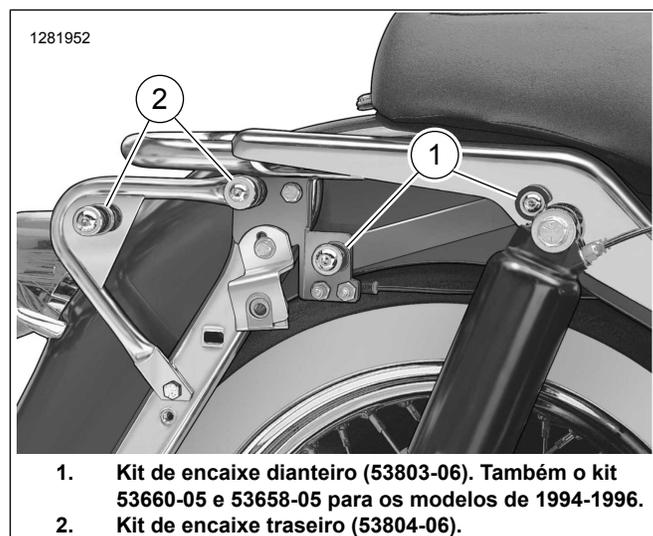

Figura 2. Locais do ponto de encaixe
Figura 2 mostra os locais de montagem para o Kit de encaixe dianteiro (53803-06) e Kit de encaixe traseiro (53804-06).
O encosto amovível tipo "sissy bar" do passageiro (52805-97A) requer a compra do kit 53660-05 (Figura 2 , item 1) e 53658-05, que consiste de duas contraporcas de 5/16-18. Estes kits estão disponíveis para compra em separado no seu concessionário Harley-Davidson.